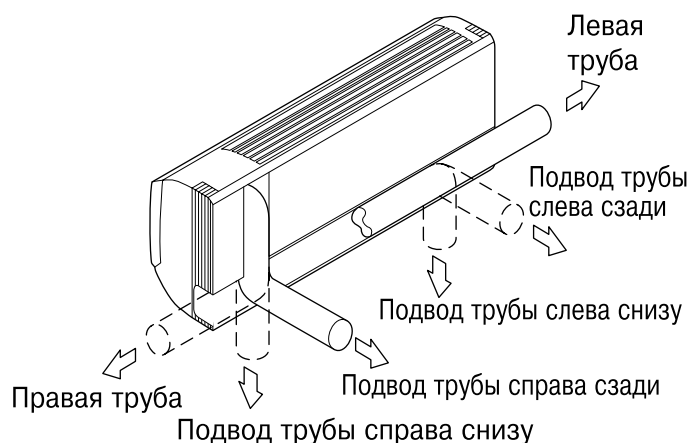
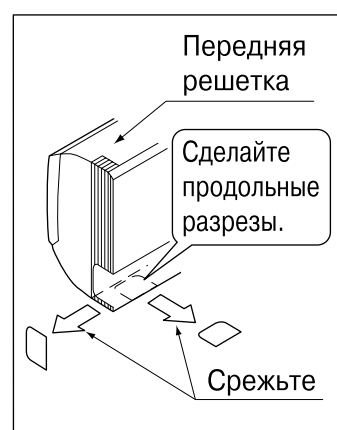

Рис. 3
Рис. 4
(1) Откройте отверстие для трубопровода.
- Трубопровод для хладагента и дренажную трубу можно вывести в 6 направлениях: слева, снизу слева, сзади слева, справа, снизу справа и сзади справа. (См. рис. 3)
- С использованием бумажного шаблона для монтажа (3) выберите направление для вывода трубопроводов и сделайте отверстие (φ80) в стене. Сделайте отверстие таким образом, чтобы обеспечить наклон дренажного трубопровода в нисходящем направлении. (См. раздел “ 6. РАБОТА С ДРЕНАЖНЫМ ТРУБОПРОВОДОМ”)
(2) Прикрепите к стене.
- (a) Проконтролируйте расположение отверстия, сверяя его с имеющимся бумажным шаблоном для монтажа (3).
- (b) Временно прикрепите установочную панель (1) на месте установки на бумажном шаблоне для монтажа (3) и используйте уровень для того, чтобы обеспечить расположение дренажного шланга горизонтально или слегка с наклоном.
- (c) Прикрепите установочную панель (1) к стене с использованием винтов или болтов.
- С использованием станковых винтов для установочной панели (2) прикрепите панель при помощи не менее 4 винтов с каждой стороны (всего 9 винтов) на рекомендуемую подкладку установки на прилагаемом бумажном шаблоне для монтажа (3).
(3) Если для трубопровода используется положение слева, снизу слева, справа или сверху справа, сделайте сквозное отверстие для трубопровода в передней решетке. (См. рис. 4)